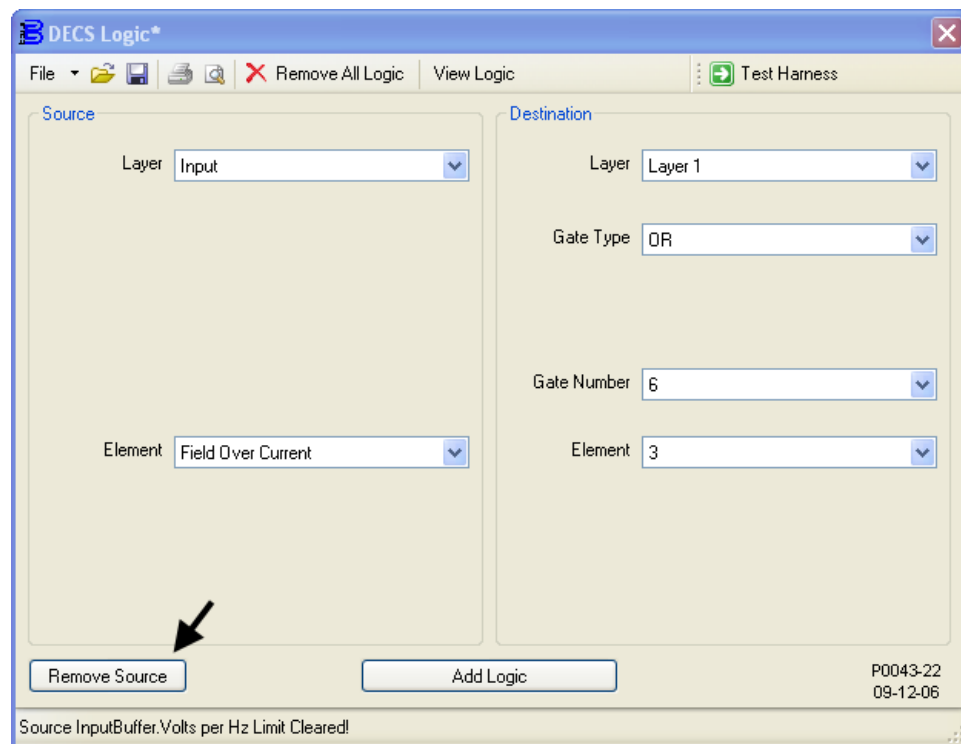

Figure 9-18. Suppression de Layer1 InputBuffer.Field Over Current ----> Or6.Input3
2. Les paramètres de la fenêtre Logique du DECS associés à cette étape sont illustrés sur la Figure 9-18. Déconnectez le tampon d'entrée Surintensité d'excitation active de l'entrée 3 de la porte 6 OR sur la couche logique 1. Dans le Tableau 9-2, cette association est identifiée par le code logique suivant : « DESTINATION: Layer1 – InputBuffer.Field Over Current → Or6.Input3 ».